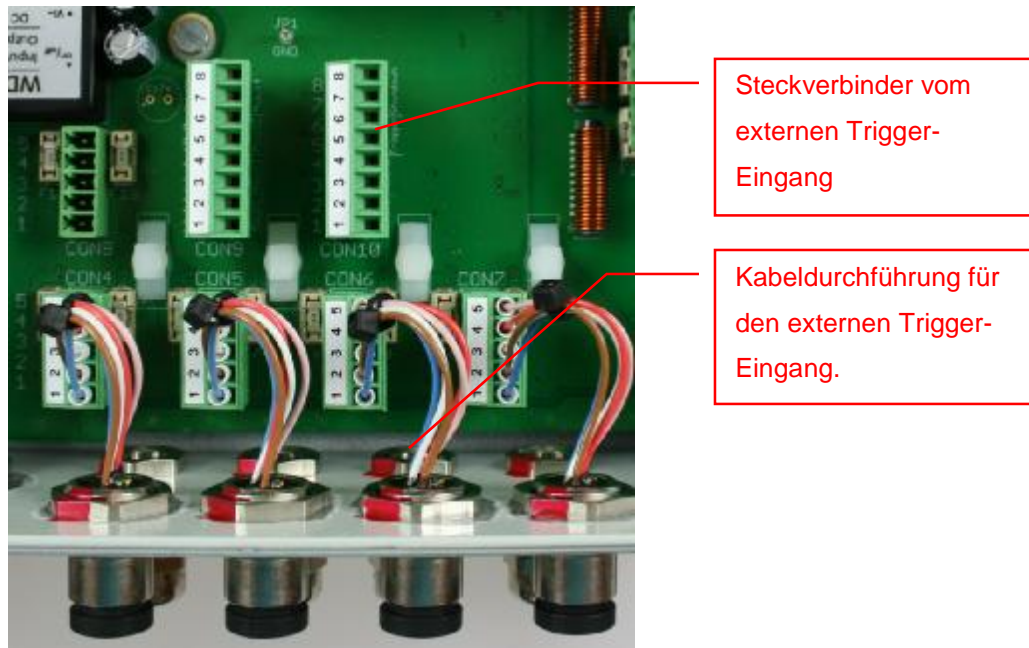

Abbildung 9: Anschlussstecker für externen Trigger
2. Den markierten Stecker in Abbildung 9 entfernen und mit der Steuerleitung verbinden. Die Anschlussbelegung ist in der nachfolgenden Tabelle beschrieben.